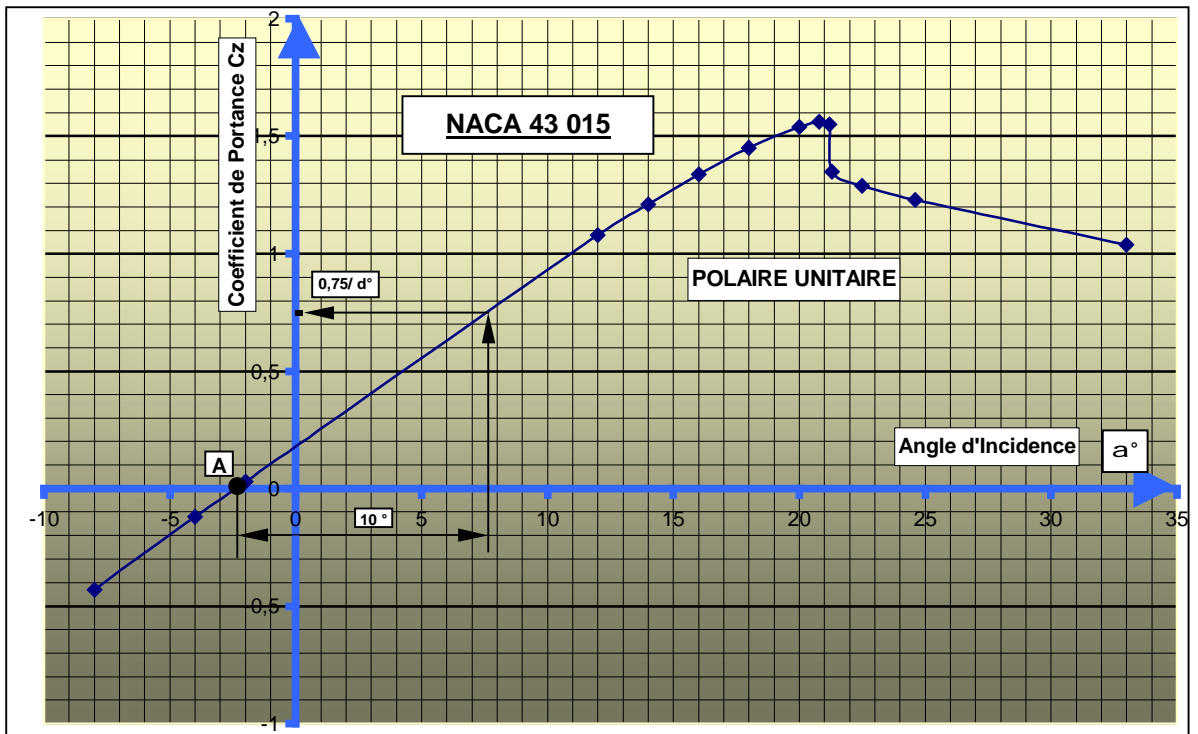

Figure 1
1) **Introduction** : Pour déterminer la polaire d'une aile pour un allongement donné, on utilise les courbes de  $C_z$  et  $C_x$  en fonction de l'incidence  $\alpha$  pour une aile d'envergure infinie. Dans le cas de l'Orion le profil choisi pour l'aile est le NACA 43 015 qui évolue vers le 43 012 en bout d'aile. Nous considérerons essentiellement le 43 015 dont la polaire est représenté sur la figure1.
Détermination de  $s$  et  $t$  : Les valeurs de  $s$  et  $t$  sont déterminées à l'aide d'abaques figurant dans le livre de D. Marie, à partir de la pente  $k$  de la polaire  $C_x = f(a)$  en figure 1 ou plutôt du rapport  $k/l$  .
Mesure de la pente  $k$ : Regardons sur la figure 1 et reportons horizontalement à partir du point A, une distance correspondant à  $10^\circ$ , et remontons verticalement jusqu'à la courbe, puis sur l'axe vertical vers la gauche, nous obtenons la valeur  $C_z = 0,75$ , qui est la pente pour  $10^\circ$ . La pente pour  $1^\circ$  sera  $0,075$  soit pour  $100 C_z$  une valeur de  $k = 7,5$ .